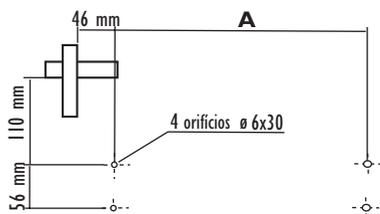

Figura 3
- Marque, depois, os orifícios de fixação superiores conforme ilustrado na figura 3.